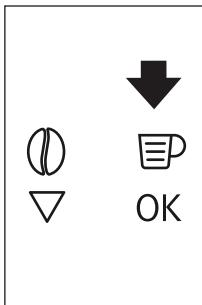
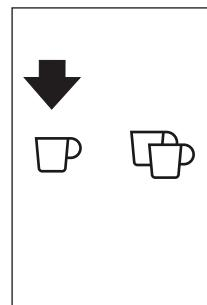
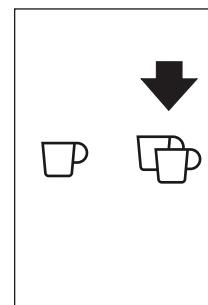

Fig. 18
Fig. 19
Fig. 20
- ▶ Appuyez sur l'icône (B5) (Fig. 18) pour sélectionner le type de café : expresso, petite tasse, tasse moyenne, grande tasse, mug. Appuyer sur la touche tactile ☐ (B10) (Fig. 19) si vous voulez faire un café et la touche tactile ☒ (B11) (Fig. 20) si vous voulez faire deux cafés. L'appareil va alors moudre les grains et commence à verser le café dans la tasse. Une fois que la quantité de café a été versée, la machine s'arrête automatiquement de verser et expulse le marc de café dans le tiroir à marc de café.